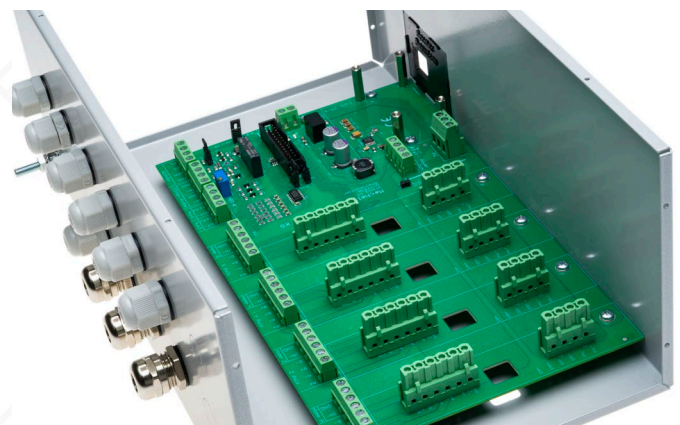

Bild 9: Gehäuseboden mit montierter Hauptplatine
- Montieren Sie die Hauptplatine mit Zylinderkopfschrauben **14** auf dem Gehäuseboden. Siehe Bild 9.